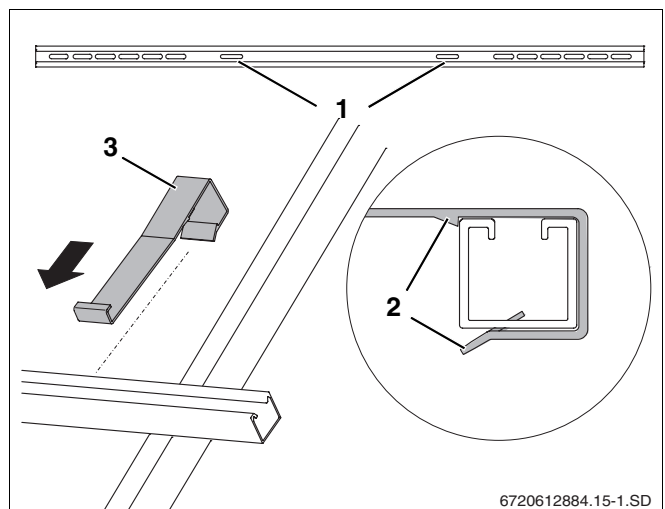

Fig. 14 Colocación de las piezas protectoras contra el deslizamiento
- ▶ Introduzca las piezas protectoras contra el deslizamiento (fig. 14, **pos. 3**) en los orificios alargados interiores (fig. 14, **pos. 1**) atravesando los perfiles hasta que dichas piezas queden bien encajadas (fig. 14, **pos. 2**).